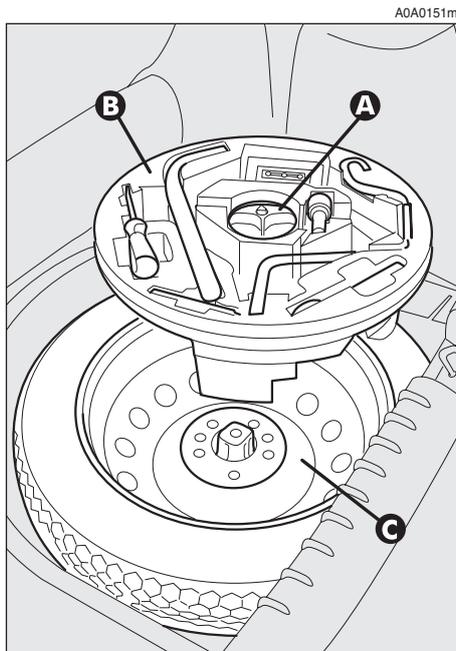
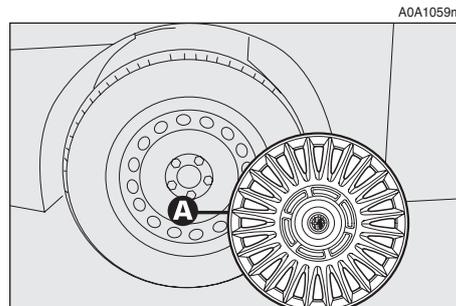

fig. 3
fig. 4
- En se servant de la poignée (A) enlever le préformé de revêtement rigide (B).
- Dévisser le dispositif de blocage (A-fig. 3).
- Prendre la boîte à outils (B) et la porter près de la roue à remplacer.
- Prélever la roue de secours (C).
- Enlever l'enjoliveur (A-fig. 4) (seulement pour les versions avec jantes en acier)
– ranger la boîte avec les outils sur la roue de secours et fixer le tout avec le dispositif de blocage (A-fig. 3)